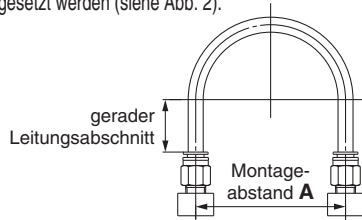

Abb. 1 Empfohlene Leitungskonfiguration
1. Sehen Sie beim Anschluss von Schläuchen mit Steckverbindungen für den Schlauch eine Reservelänge vor, wie in Abb. 1, "Empfohlene Leitungskonfiguration" gezeigt.